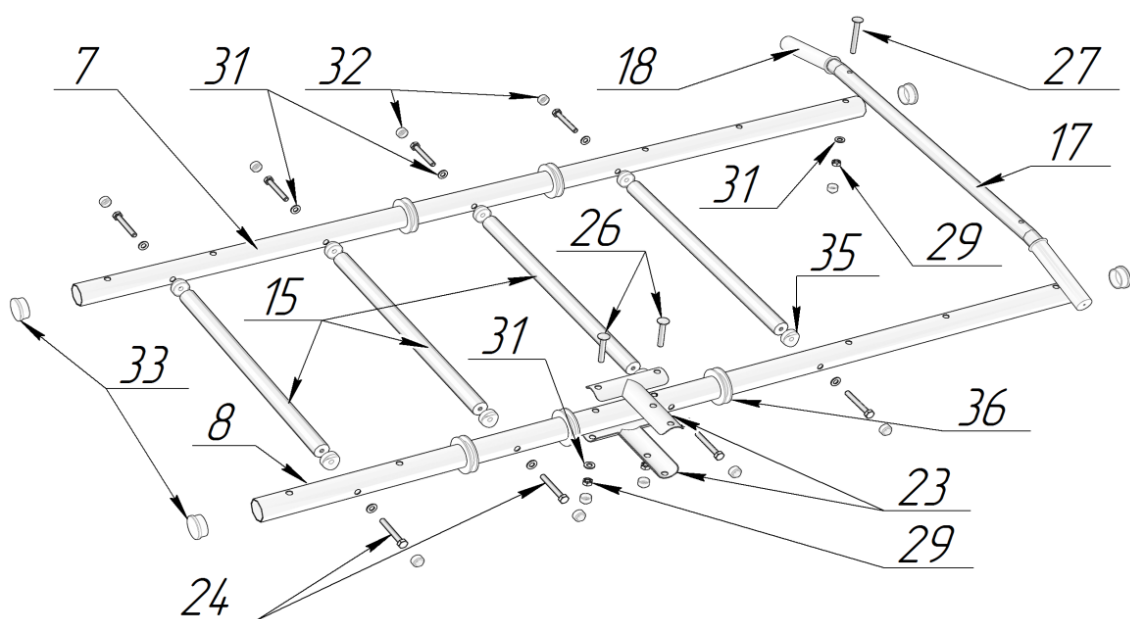

Рис.4 – Схема сборки рукохода.
5.2. Сборка рукохода с турником представлена на рис. 4.